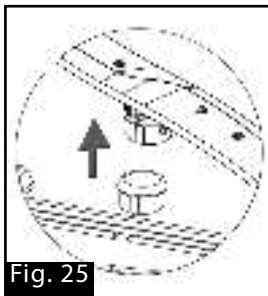

Fig. 25
6. Sortir le panier principal du lave-vaisselle et soulever légèrement le bras de pulvérisation inférieur pour desserrer le clip (Fig. 25).